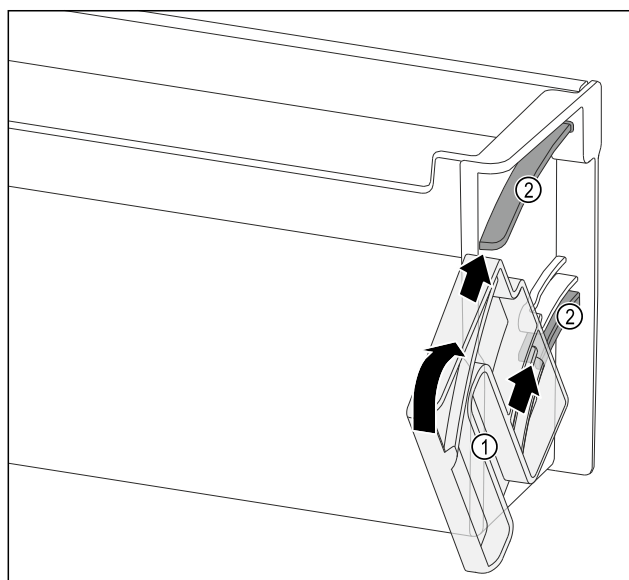

Fig. 116
- Posizionare l'unità di rotazione Fig. 116 (1) in modo che gli incavi si trovino esattamente di fronte ai canali di conduzione Fig. 116 (2) del balconcino controporta.
- Ruotare l'unità di rotazione Fig. 116 (1) nella direzione indicata.